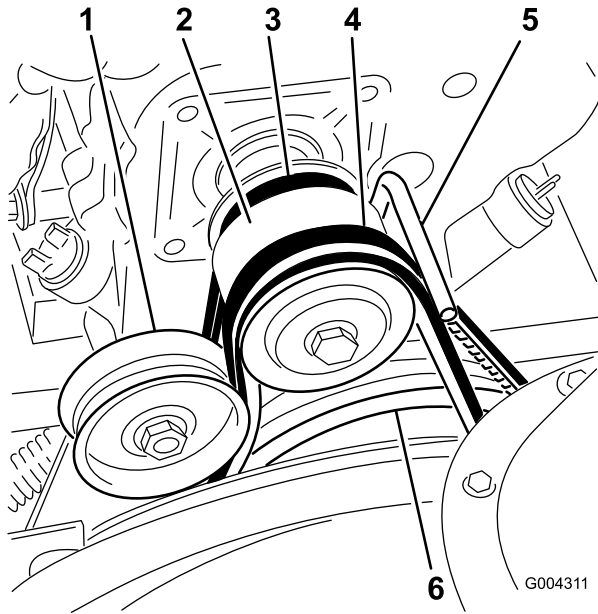

Figure 40
1. Boulon à embase (2) 2. Couvercle de courroie
3. Desserrez le boulon du guide-courroie (Figure 40).
4. Retirez la courroie de vis sans fin/turbine de la poulie du moteur et de la grande poulie de vis sans fin/turbine (Figure 40).
9. Déchaussez la courroie de transmission de la poulie de moteur et de la grande poulie de transmission (Figure 40).
11. Passez la courroie sur la poulie de moteur, en veillant à la faire passer sous le guide-courroie (Figure 40).
16. Placez la courroie de fraise/turbine sur la grande poulie de fraise/turbine et la poulie du moteur, en veillant à la faire passer à l'intérieur de la poulie de tension et du guide-courroie (Figure 40).
2. Desserrez le boulon du guide-courroie (Figure 40).
3. Retirez la courroie de vis sans fin/turbine de la poulie du moteur et de la grande poulie de vis sans fin/turbine (Figure 40).
4. Passez la courroie neuve autour de la grande poulie de fraise/turbine (Figure 40).
5. Passez la courroie sur la poulie de moteur, en veillant à la faire passer sous la poulie de tension et le guide-courroie (Figure 40).